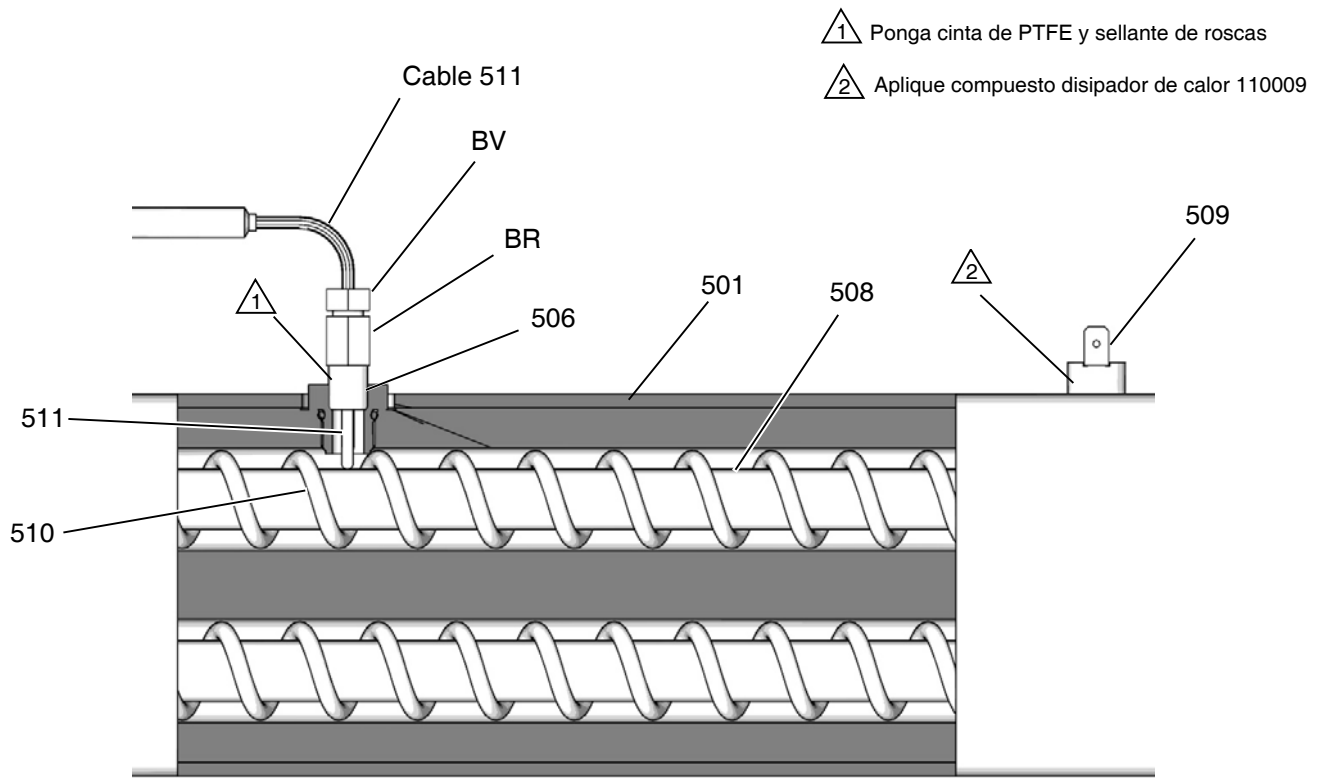

FIG. 69: Termopar
6. Saque los cables del termopar del armario eléctrico (C). Observe su recorrido ya que deben volver a colocarse de la misma manera.
7. Consulte la FIG. 69. Afloje la tuerca del casquillo (BV). Retire el termopar (511) de la carcasa del calentador (501), y retire después la carcasa del termopar (BR). No desmonte el adaptador del termopar (506) a menos que sea necesario desmontar el mezclador (510). Si fuera necesario retirar el adaptador, compruebe que el mezclador (510) no interfiera al sustituir el adaptador.
8. Sustituya el termopar. Vea la FIG. 69.
- a. Retire la cinta de protección de la punta del termopar (511).
- b. Ponga cinta de PTFE y sellante de roscas en las roscas macho y apriete la carcasa del termopar (BR) en el adaptador (506).
- c. Empuje el termopar (511) de forma que la punta haga contacto con el elemento calentador (508).
- d. Sujetando el termopar (511) contra el elemento calentador, ajuste la tuerca del casquillo (BV) 1/4 de vuelta más después de ajustarla a mano.
9. Enrute los cables del termopar por el interior del armario eléctrico (C) y forme un haz como antes. Vuelva a conectar los cables a la tarjeta de circuito impreso.
11. Encienda simultáneamente los calentadores A y B para probarlos. Las temperaturas deben subir a la misma velocidad. Si un calentador está bajo, afloje la tuerca del casquillo (BV) y apriete la carcasa del termopar (BR) para asegurarse de que la punta del termopar (511) haga contacto con el elemento (508).